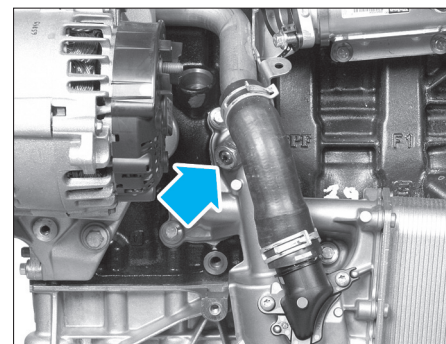

FIG. 36
- Pour le contrôle de la pression d'huile, brancher un manomètre, muni d'un adaptateur, en lieu et place du manocontact (flèche) (fig. 36).